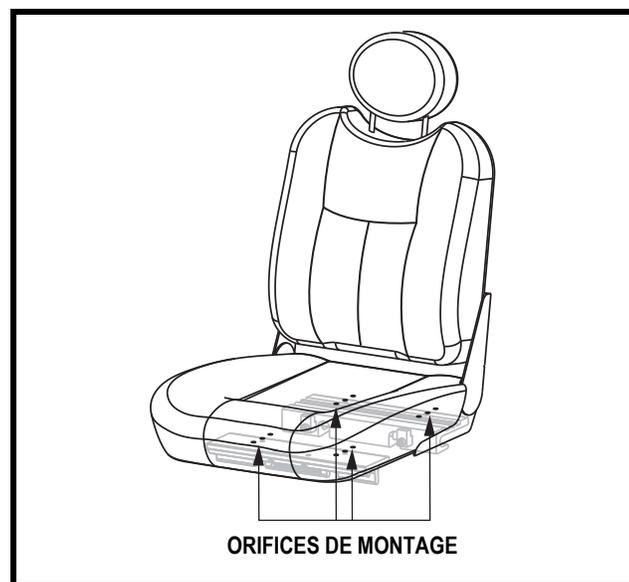

Figure 15. Orifices de montage
5. Repositionnez les montants dans un ensemble différent d'orifices de montage. Vous devez régler les montants en ayant un nombre identique d'orifices devant et derrière la fixation sur chaque montant. **Voir la figure 15.**